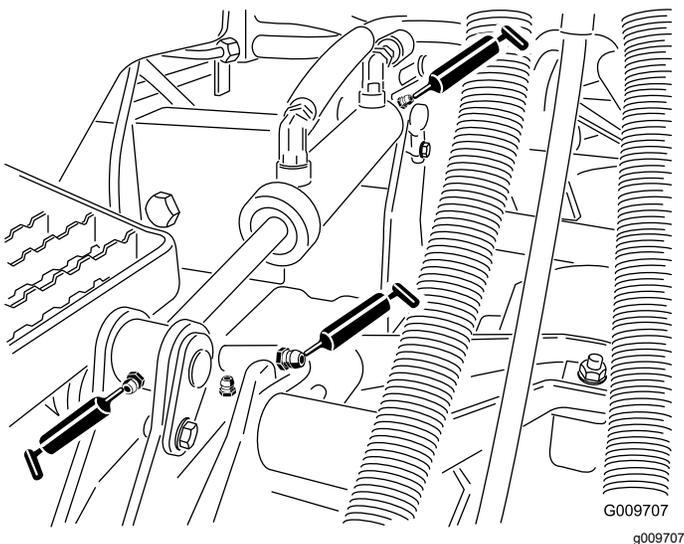

Figura 38
- Boccole del braccio di sollevamento (1 per apparato di taglio) come illustrato nella Figura 38
- Boccole del cilindro di sollevamento (2 per apparato di taglio) come illustrato nella Figura 38